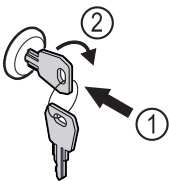

Fig. 68 Примерное изображение
- ▶ Вставьте ключ Fig. 68 (1).
- ▶ Поверните ключ на 90° по часовой стрелке Fig. 68 (2).